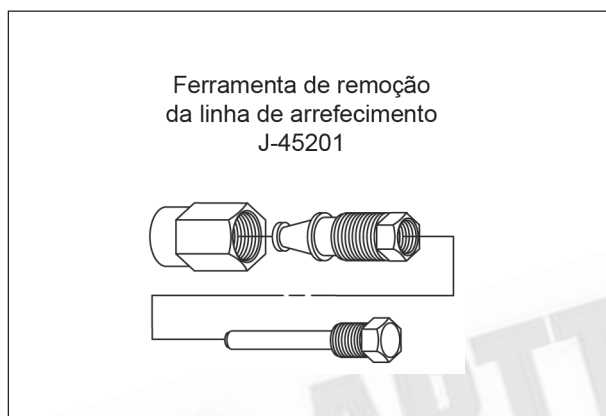
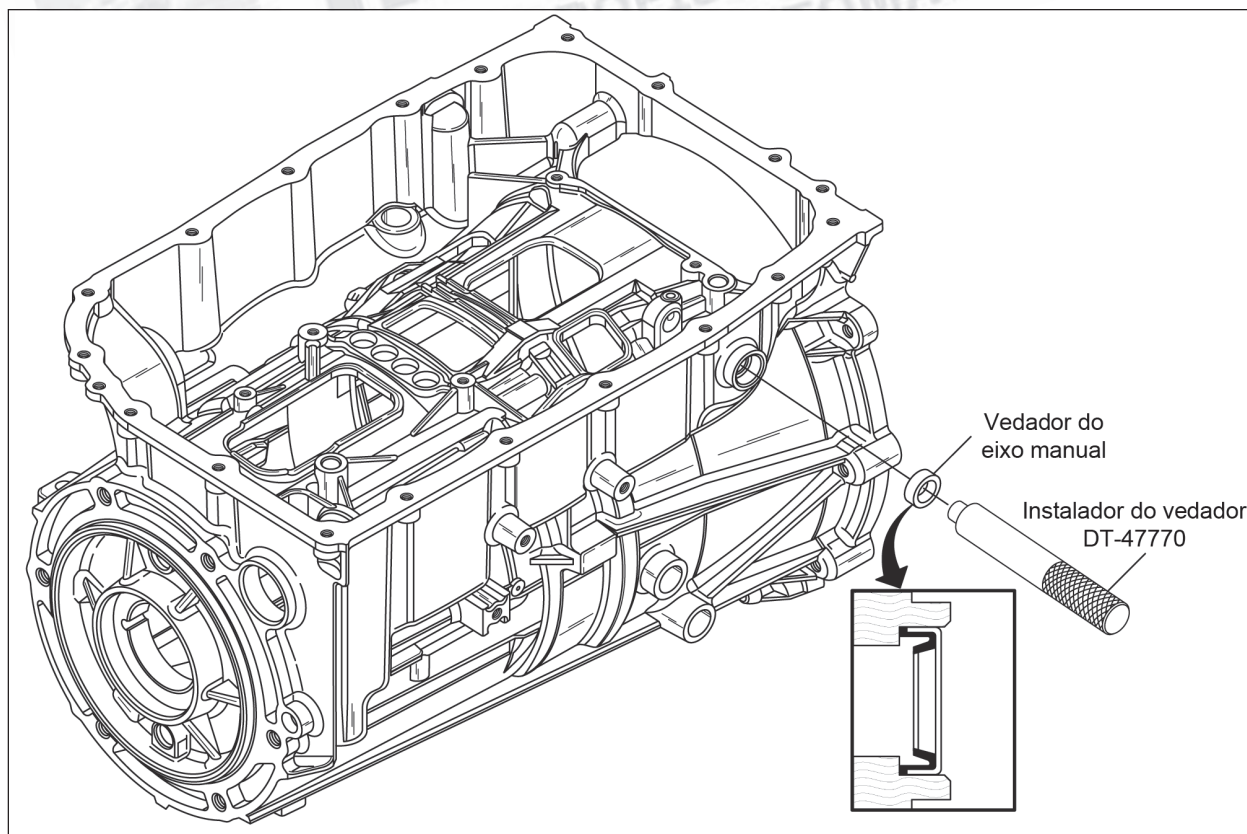

Figura 54
Figura 55
4. Remova e descarte o vedador do eixo manual, mostrado na figura 55. **Nota: a ferramenta especial para a remoção do vedador da linha de arrefecimento também pode ser utilizada para remoção do vedador do eixo manual (veja figura 54).**
5. Instale um novo vedador do eixo manual utilizando a ferramenta de instalação, conforme mostra a figura 55, e certifique-se que ele esteja totalmente assentado em seu alojamento.